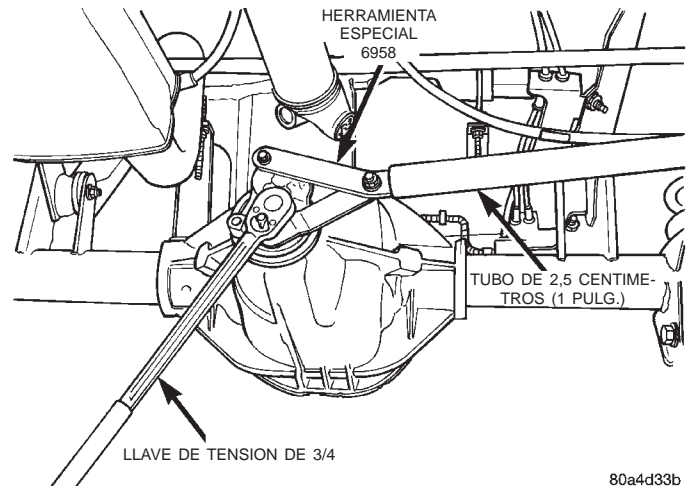

Fig. 23 Ajuste de la tuerca del piñón
(9) Con la herramienta de sujeción 6958 y un trozo pequeño de tubo de 25 mm (1 pulg.) y una llave de tensión fijada en 474 N·m (350 lbs. pie), aplaste el separador plegable hasta eliminar el juego longitudinal del cojinete (Fig. 23).